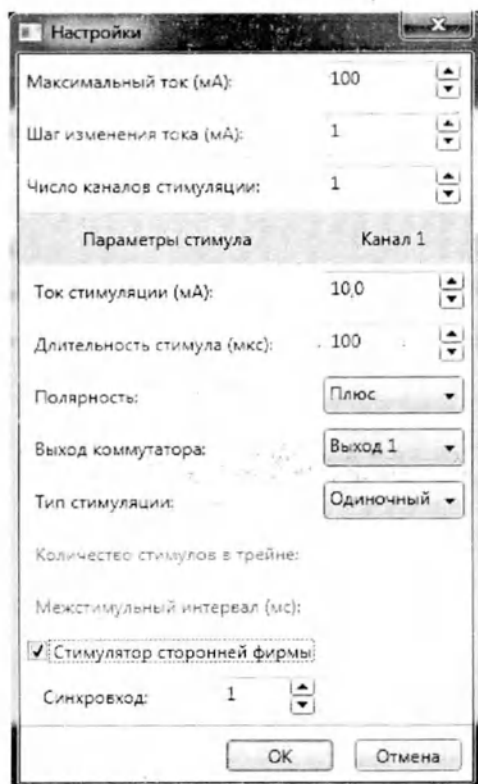

Рис. 55. Мастер нового оборудования
4. На рис. 55 приведен пример окна настроек встроенного токового стимулятора. Установите флажок «Стимулятор сторонней фирмы». В настройках стимуляции желательно указать те значения параметров стимула, которые выставлены на внешнем стимуляторе.
Обратите внимание, что флажок «Стимулятор сторонней фирмы» (рис. 55) должен быть сброшен.